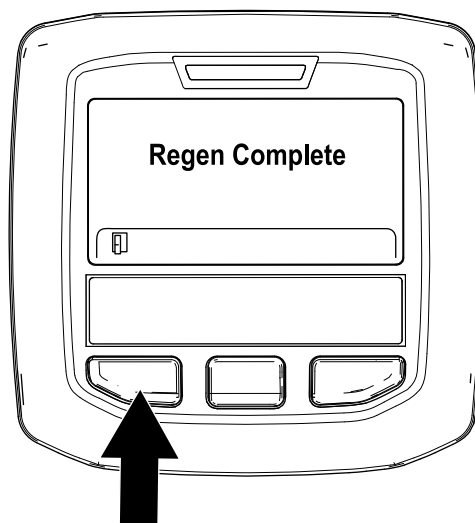

Figura 38
9. La rigenerazione parcheggiata è completa quando nell'InfoCenter appare il messaggio "Rigen. completa". Premete il pulsante sinistro per uscire e tornare alla schermata Home (Figura 38).